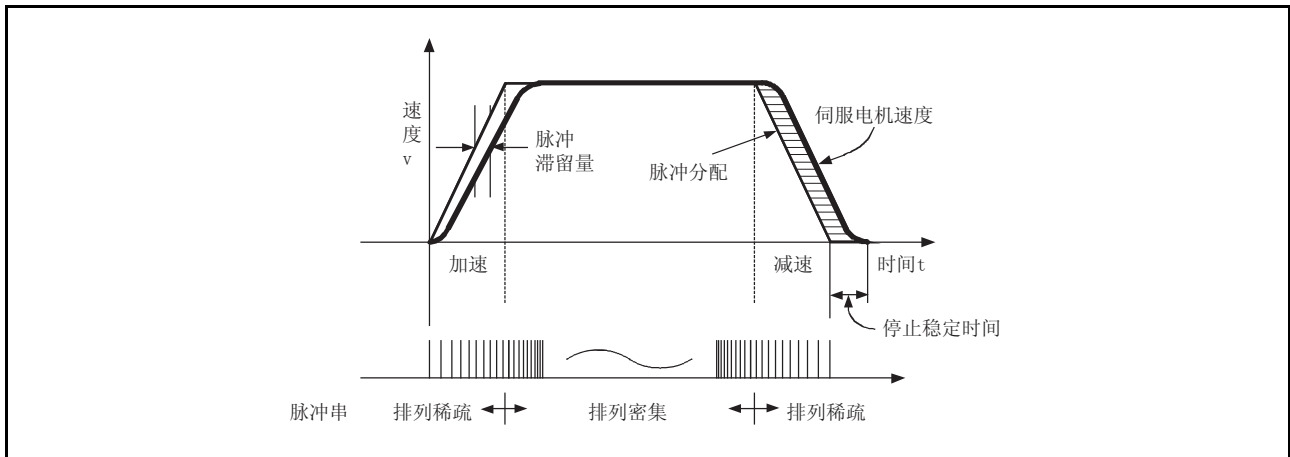

图 1.3 来自 QD72P3C3 的输出脉冲
- 1) 从 QD72P3C3 输出脉冲时的情况如图 1.3 所示，伺服电机加速时的脉冲串排列稀疏，随着越接近指令速度其排列越密集。